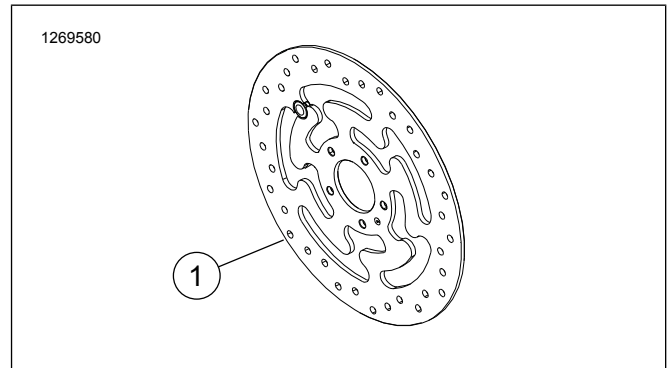

Figura 1. Disco del freno delantero
- Tornillos del disco de freno. Consulte Figura 1 y Tabla 1.